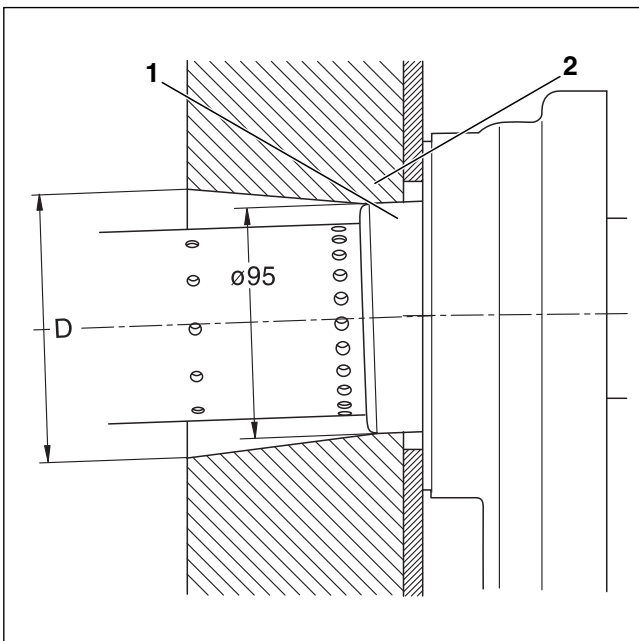

Bild 20 Schnittzeichnung des Türausschnitts (Maß in mm)
- Die Montage ist über die Innenseite der Brennergastür zu kontrollieren. Achten Sie darauf, dass das Brennerrohr mittig in der Öffnung der Türdämmung sitzt und die Rezirkulationsöffnungen des Brennerrohres freiliegen. Im Bereich der Brennergastür muss die Türisolierung (→ Bild 20, [2]) am Stützrohr (→ Bild 20, [1]) anliegen.